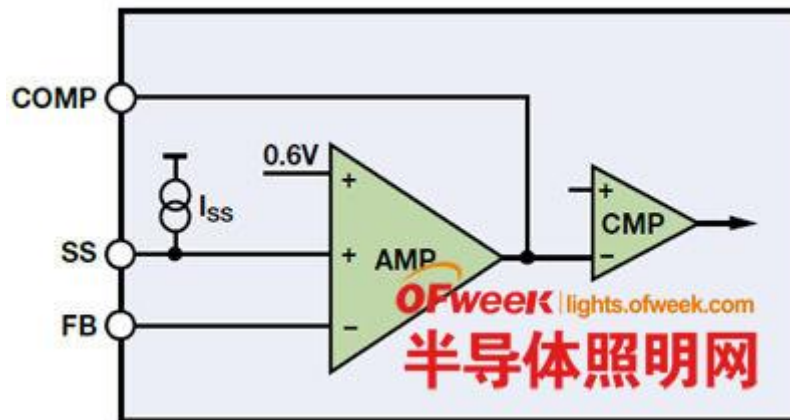

图 6 使用 ADP2384 的软启动引脚工作
很多通用降压 IC 包括软启动 (SS) 或跟踪 (TRK) 引脚。SS 引脚可缓慢增加启动时的开关占空比，从而最大程度地减小启动瞬变。TRK 引脚让降压稳压器能够遵循独立电压。这些功能通常结合到单个 SS/TRK 引脚上。大多数情况下，误差放大器将 SS、TRK 和 FB 电压中的最小值与基准进行比较，如图 6 所示。